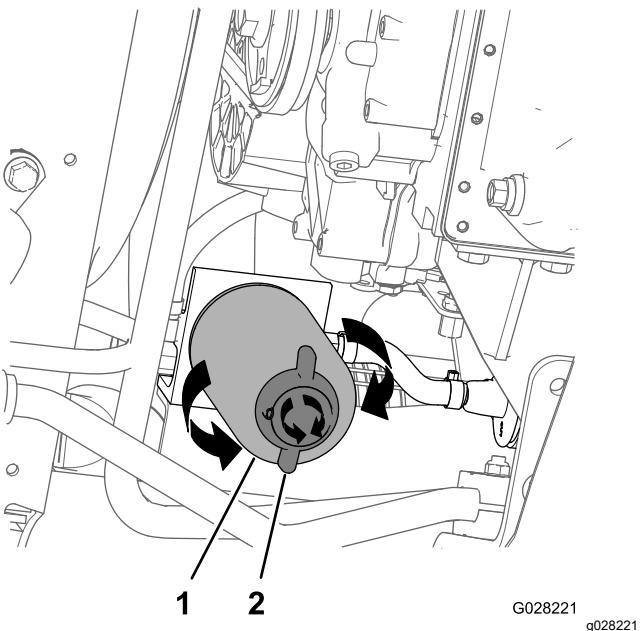

Рисунок 80
4. Поместите сливной поддон под топливный фильтр; см. Рисунок 80 в разделе Замена фильтра водоотделителя \(страница 71\).
- Установите сливной поддон под фильтр водоотделителя (Рисунок 80).
- Поверните сливной кран в нижней части фильтра водоотделителя против часовой стрелки (Рисунок 80).
- Очистите область вокруг фильтра водоотделителя и крепления переходника фильтра (Рисунок 80).
- Снимите фильтр водоотделителя (Рисунок 80).
- Убедитесь, что сливной кран в нижней части фильтра водоотделителя завернут до упора по часовой стрелке (Рисунок 80).